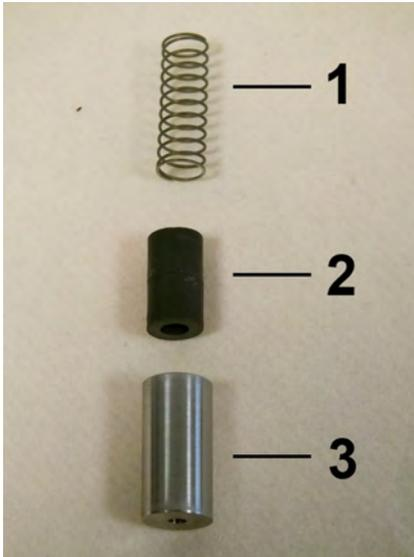

Abb. 45: Innenteile
- 3.** → Feder (Abb. 45/1) mit Magneten (Abb. 45/2) in den Schwebekörper (Abb. 45/3) einführen, dabei die Magnetpolung beachten (Nordpol in Richtung Geräteausgang)